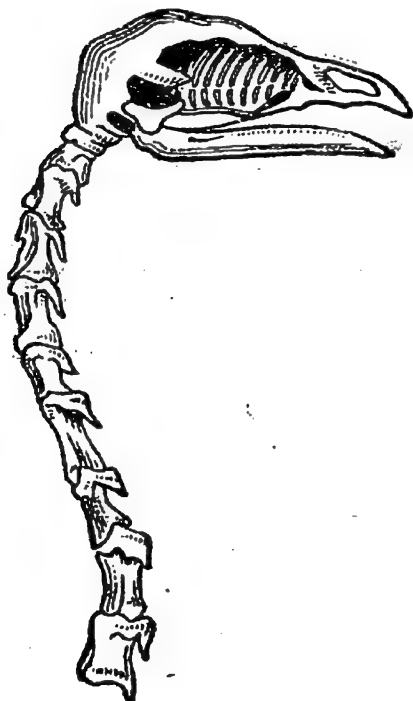

Fig. 6. — Les os du cou d'une poule.
**5. La tête.** — La tête du coq ou de la poule est toute petite par rapport au corps. Très mobile, elle tourne vivement à droite, à gauche, parfois même tout à fait en arrière : nous comprenons la cause de cette mobilité en remarquant la longueur du cou et en constatant qu'il contient toute une série de petits os (*fig. 6*) empilés de façon à pouvoir tourner aisément l'un sur l'autre : ce sont les *vertèbres* du cou.